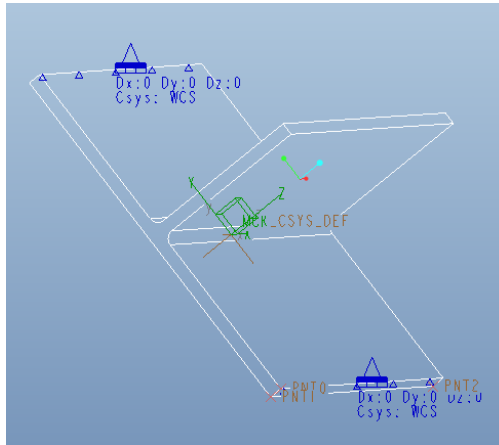

Рис. 9. Закрепленные поверхности
- Должно получиться как на рис. 9.